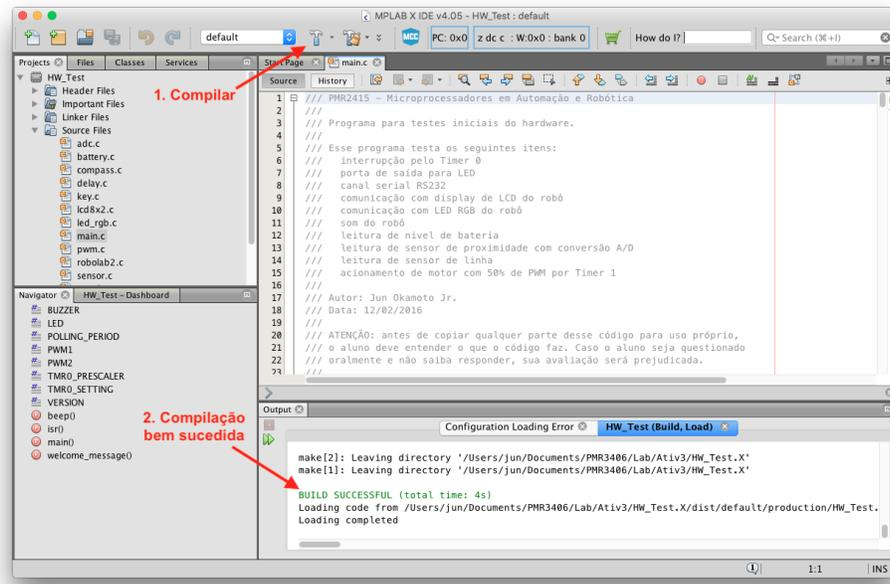

Figura 36: Interface com o usuário do MPLAB X
No MPLAB X a compilação é feita clicando-se no botão com uma imagem de um martelo, item 1. da Figura 36. A compilação deverá bem sucedida e aparecerá uma mensagem em verde "BUILD SUCCESSFUL" na janela de saída do MPLAB X, item 2. da Figura 36. Caso não apareça essa mensagem chamar o professor para verificar o que está ocorrendo.